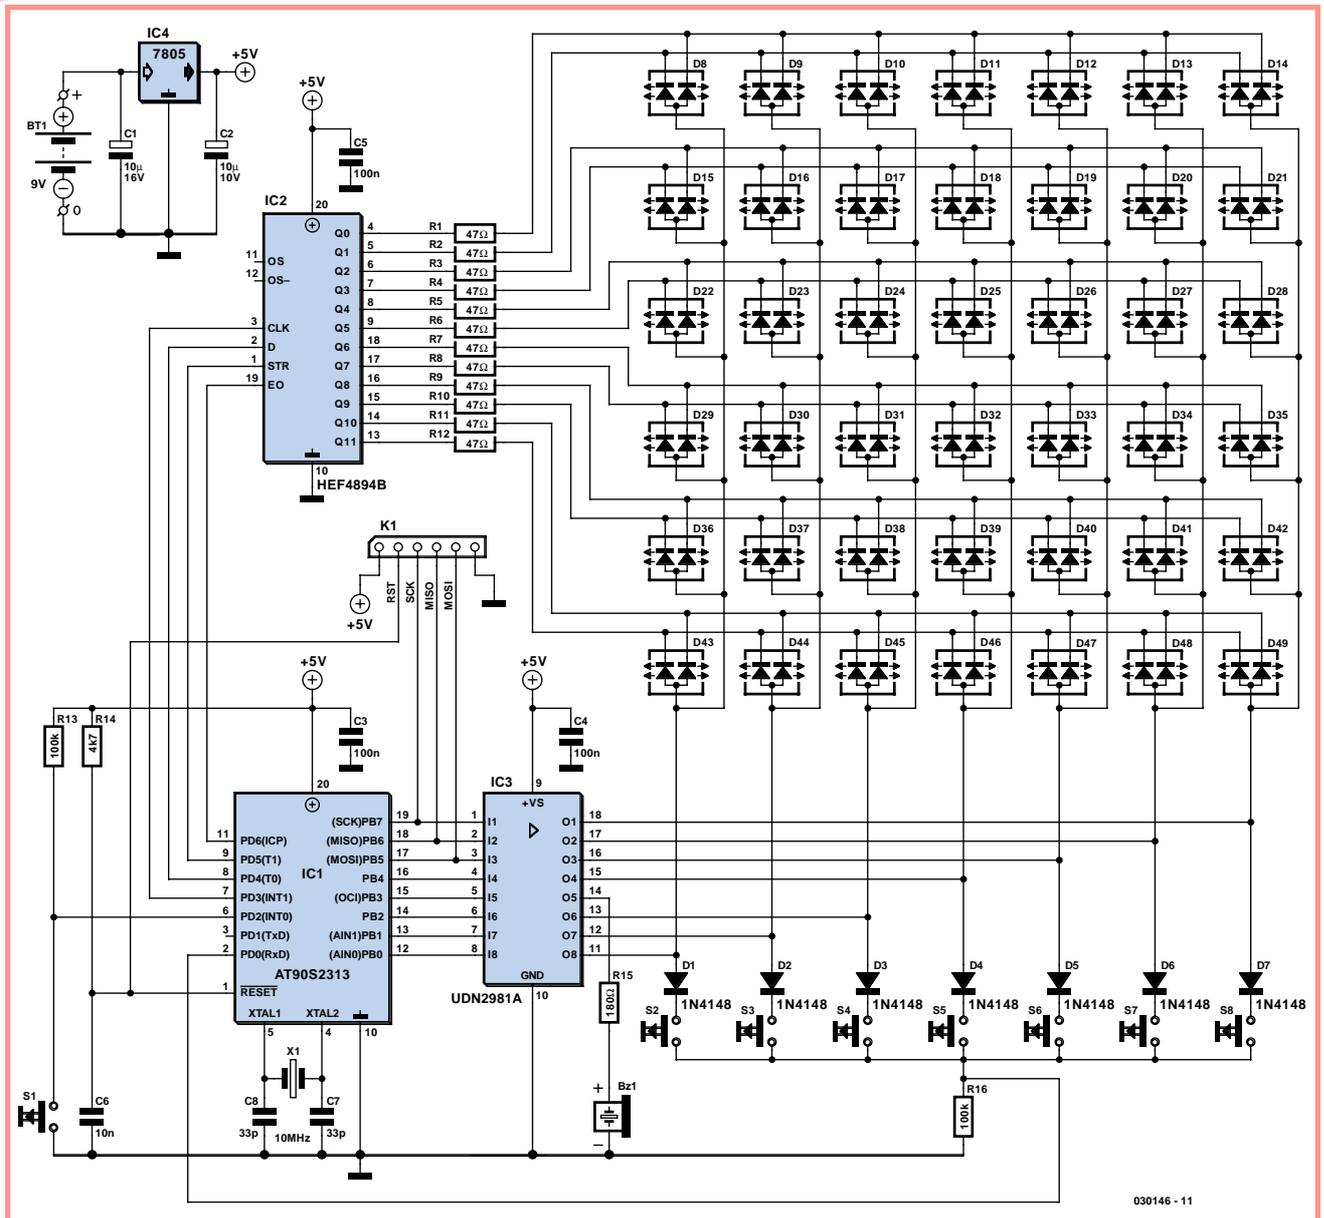

Figure 1. Le montage met en circuit 42 LED doubles pour simuler l'espace de jeu.
que sur le brochage inséré dans le schéma de la figure 1 donnant les connexions des servos. Les 2 broches restantes de chacune des embases de servo sont respectivement la masse (GND) et le pôle positif de l'alimentation (+V).
**Figure 1.** La contre-réaction dans sa forme la plus simple introduite par Rt. Nous sacrifions du gain et obtenons en échange un facteur d'amplification fixe, un réglage en courant continu stable et une résistance d'entrée élevée.
Le schéma est reproduit à la **figure 1**. La matrice de LED en occupe la plus grande partie. IC2 commande les 12 rangées de cathodes, il s'agit d'un HEF4894B, un membre relativement nouveau de la famille CMOS 4000B, un registre à décalage qui passe de série à parallèle à 12 étages avec sorties à drain ouvert. Cette puce est destinée spécialement à la commande de LED, exactement ce qu'il nous faut dans cette application. On lui associe donc des LED à anode commune et elles travaillent en multiplex.